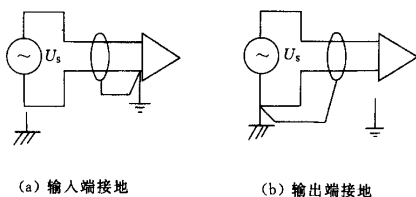

图 1 低频电路的屏蔽层接地方法
(1) 对于低频电路 ($f \leq 1\text{MHz}$), 电路通常是单端接地, 屏蔽电缆的屏蔽层也应单端接地, 单端接地对电场起到主动屏蔽的作用, 也能起到被动屏蔽作用, 但对磁场没有屏蔽作用, 见图 1。